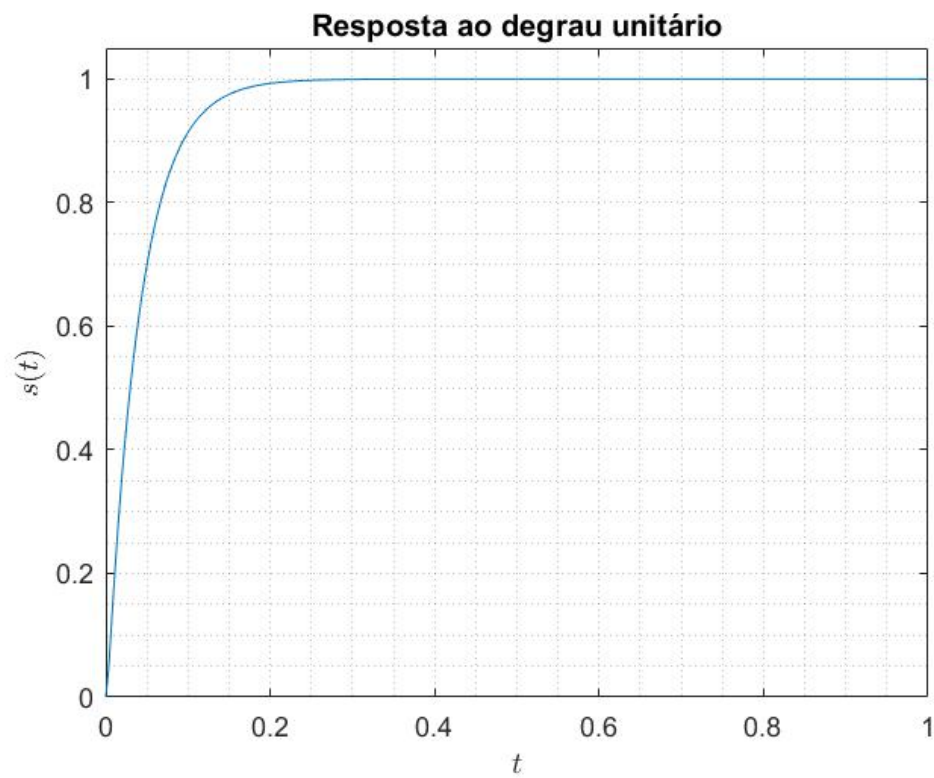

Figura 18: Curva de resposta ao degrau unitário.
Na Figura 18, tem-se ainda a resposta ao degrau unitário da função de transferência resultante e descrita na Equação (12)